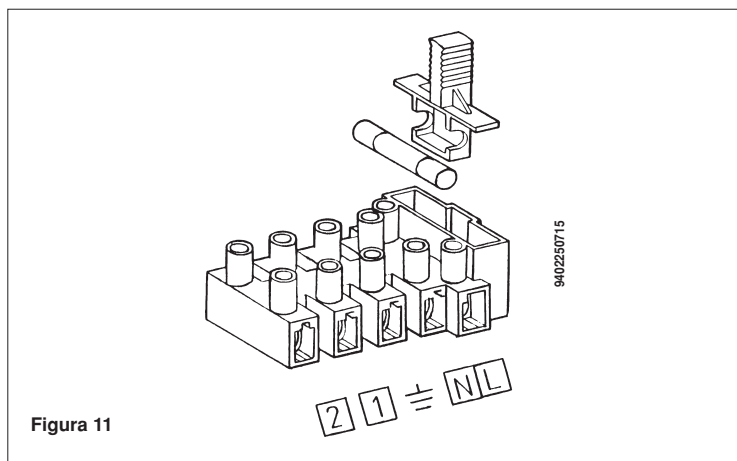

Figura 11
- accedere alla morsettiera di alimentazione (figura 11) come descritto al capitolo precedente;
- togliere il ponticello presente sui morsetti (1) e (2);
- acceder al tablero de bornes de alimentación (figura 11) como descrito en el capítulo precedente;
- remover el puente sobre los bornes (1) y (2);
- chegar ao quadro dos terminais de alimentação (figura 11) como descrito no capítulo precedente;
- tirar a ligação em ponte presente nos terminais (1) e (2);